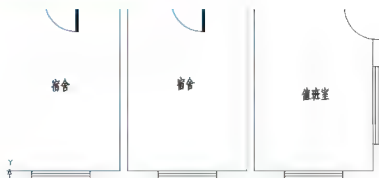

图 3.17 改变“宿舍”二字的文字样式
① 执行菜单栏中的【修改】|【特性匹配】命令，或单击【标准】工具栏上的  图标，或在命令行输入“MA”并按 Enter 键，启动【特性匹配】命令。
② 在【选择源对象】提示下，单击选择“值班室”，此时光标变成“大刷子”的形状。
③ 在【选择目标对象或[设置(S)]:】提示下，选择“宿舍”，则“宿舍”变成了仿宋体，如图 3.17 所示，按 Enter 键结束命令。